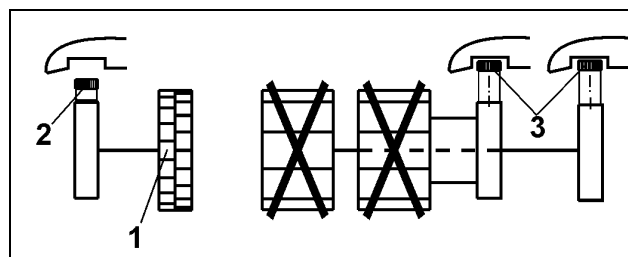

Fig. 63
Såning med finsåhjul (Fig. 63/1)
- Finsåhjulets skrue (Fig. 63/2) skrues i til anslag
- Hovedsåhjuleenes skruer (Fig. 63/3) skrues ud til anslag.